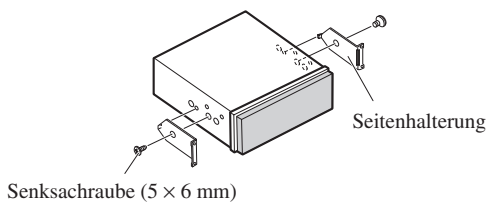

Abb. 8
2. Bringen Sie die Seitenhalterungen an. (Abb. 8)